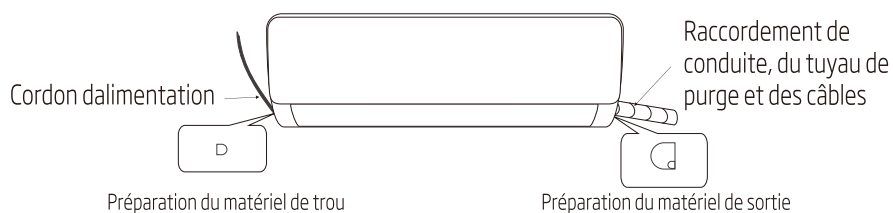
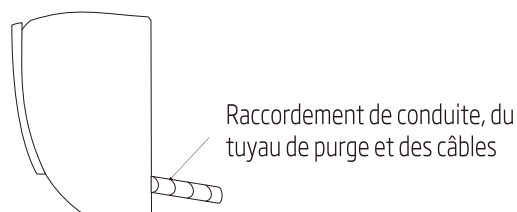

Figure 1
Figure 2
1. Selon la position de l'unité, la tuyauterie peut être acheminée latéralement de gauche à droite (figure 1) ou verticalement à l'arrière (figure 2) en fonction de la longueur de la conduite de l'unité intérieure. Si vous faites passer la tuyauterie par le côté, coupez le surplus de la sortie du côté opposé.